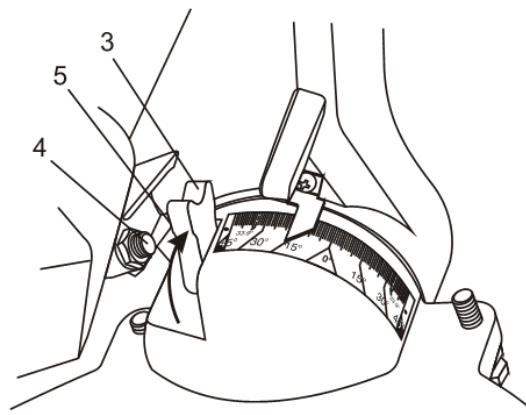
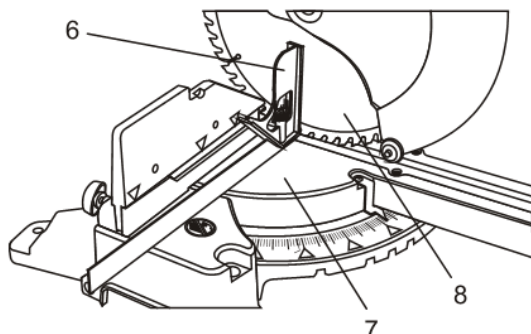

Fig. 11
Fig. 12
2. Relevez la butée de biseau 0° (3) en position verticale (Fig. 11).
3. Faites tourner la tête de coupe dans le sens des aiguilles d'une montre jusqu'à ce que la vis de réglage 0° (4) entre en contact avec le côté gauche de la butée de biseau 0° (5).
5. Verrouillez la poignée en position basse. Tenez une équerre combinée (non fournie) (6) contre la base (7) et à côté de la lame de scie (8) (Fig. 12).